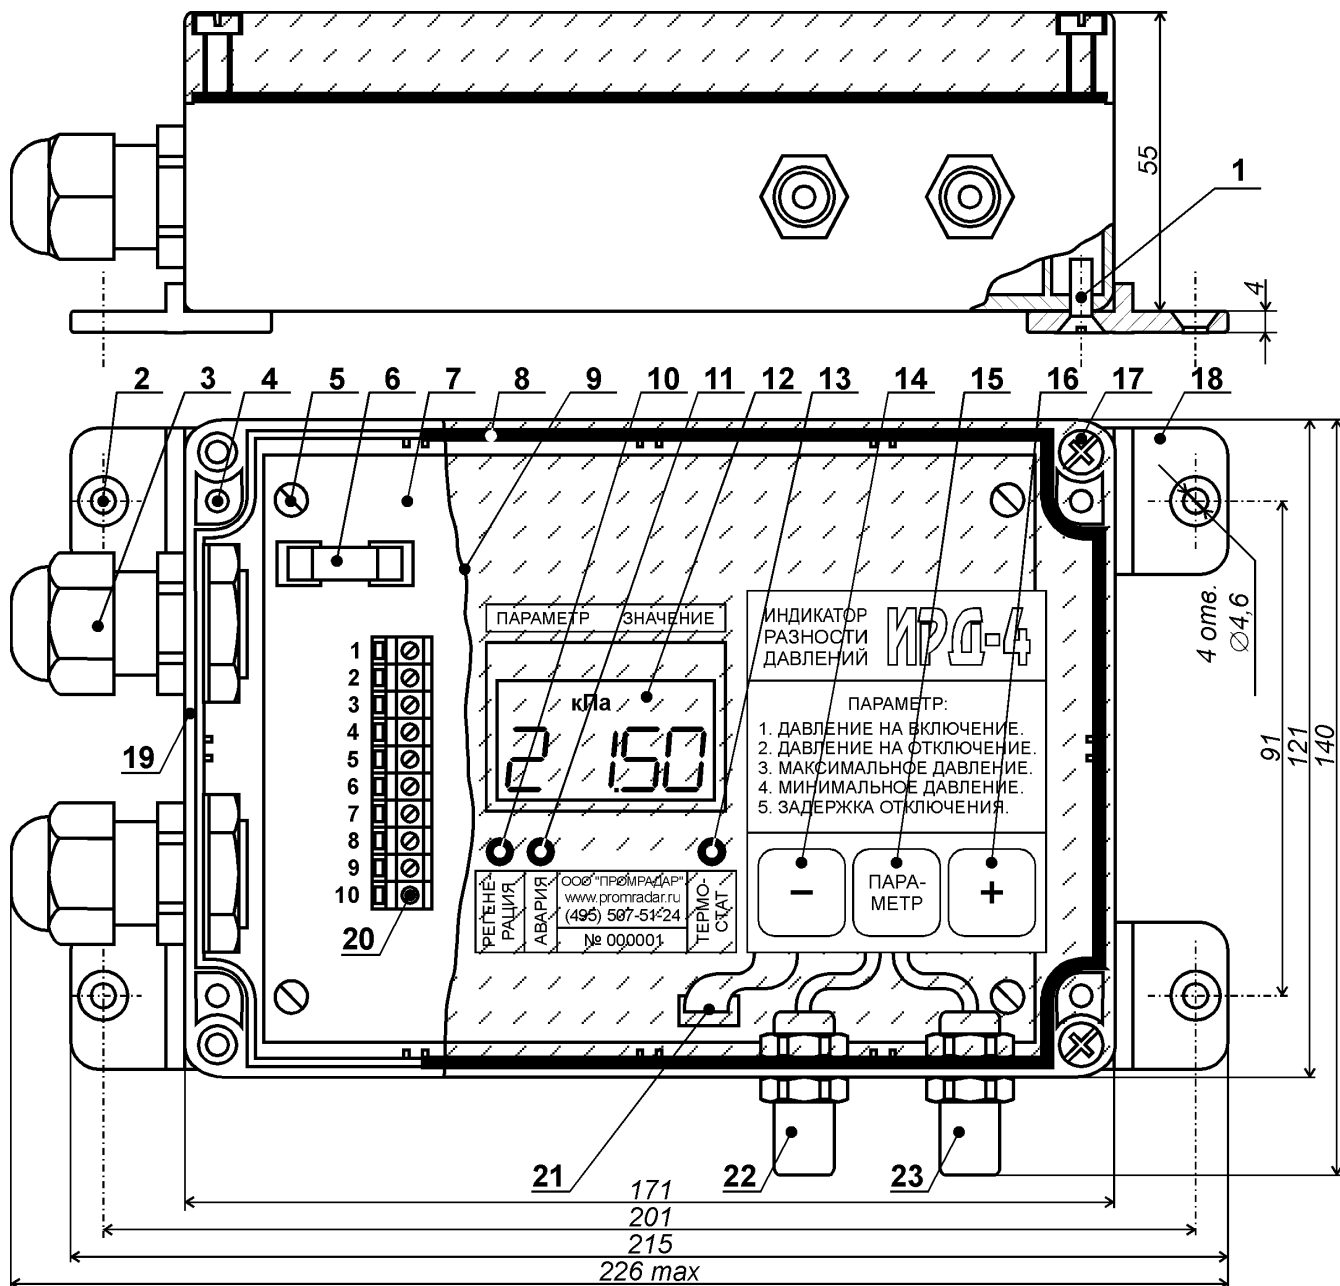
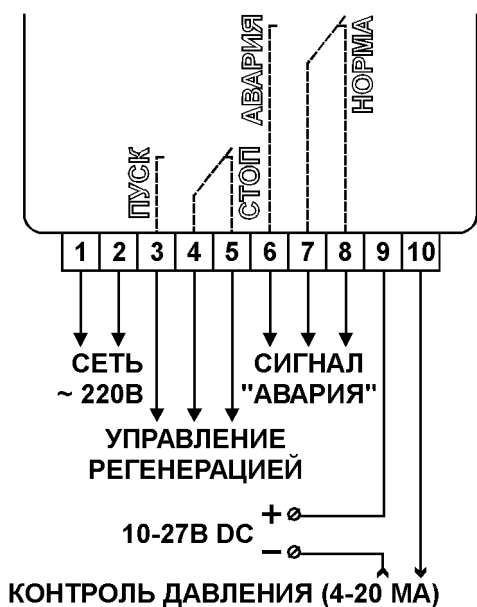

Рис. 1. Конструкция прибора ИРД-4.
Рис. 2. Схема электрического подключения прибора ИРД-4.
Конструкция прибора показана на рис. 1.
6.2. Прибор крепится четырьмя винтами с резьбой М4 или саморезами диаметром до 4,5 мм. Крепёжные винты (саморезы) вставляются в предназначенные для этого отверстия [рис. 1, поз. 2].
6.3. На входной и выходной воздуховоды фильтра устанавливаются присоединительные штуцера, которые отрезками пневмотрубки соединяются с соответствующими штуцерами «Воздух до фильтра» [рис. 1, поз. 22] и «Воздух после фильтра» [рис. 1, поз. 23]. Штуцера и пневмотрубки входят в комплект поставки прибора.
6.4. К внутренней стороне крышки прибора приклеены плоские сенсорные кнопки, которые соединяются с печатной платой шлейфом из гибких проводников. Поэтому перед снятием крышки необходимо, аккуратно подняв и удерживая её, осторожно потянуть за разъём [рис. 1, поз. 21] и отсоединить указанный шлейф от печатной платы.
6.6. Схема электрического подключения прибора приведена на рис. 2. Контакты выходных электромагнитных реле показаны в тех положениях, в которых они находятся при снятии с прибора напряжения питания.
6.10. Для удалённого контроля дифференциального давления между клеммами 9 и 10, согласно рис. 2, соблюдая полярность, последовательно подключаются источник постоянным напряжением от 10 до 27 В и миллиамперметр (либо вход контроллера, рассчитанный на приём токового сигнала диапазона 4 – 20 мА).
7.1. При подаче на прибор напряжения питания три правых разряда жидкокристаллического индикатора [рис. 1, поз. 12] (далее именуемого «ЖКИ») отображают перепад давлений воздуха на входе и выходе фильтра (от 0.00 до 4.00 кПа). При прогреве встроенного датчика дифференциального давления до рабочей температуры светодиод «Термостат» [рис. 1, поз. 13] горит красным цветом. Изменение цвета свечения с красного на зелёный означает, что погрешность индикации давления не превышает $\pm 1,5\%$.
7.2. Прикосновение к сенсорной кнопке «Параметр» [рис. 1, поз. 15] переводит прибор в режим ввода уставок. При этом левый разряд ЖКИ показывает номер регулируемого параметра, а три правых разряда – его значение. Значение параметра можно изменить кнопками «-» [рис. 1, поз. 14] и «+» [рис. 1, поз. 16], а переход к регулировке следующего параметра производится прикосновением к кнопке «Параметр». Список регулируемых параметров приведён в табл. 1.
7.4. Если дифференциальное давление меньше давления на включение, то прибор находится в режиме ожидания и светодиод «Регенерация» [рис. 1, поз. 10] не горит. В противном случае прибор включает указанный светодиод и переводит контакты реле управления регенерацией в положение «ПУСК» (рис. 2). Если порог на включение составляет 0,00 кПа, то контакты реле будут непрерывно находиться в этом положении.
7.6. Светодиод «Авария» загорается красным цветом, если дифференциальное давление вышло за пределы диапазона между заранее заданными аварийно-низким и аварийно-высоким значениями. Если воздухопроводы, подходящие к штуцерам прибора [рис. 1, поз. 22 и 23], надёжно зафиксированы, не забиты пылью и герметичны, то причинами аварии могут быть, например, разрушение одного или нескольких фильтровальных элементов, либо неэффективная работа системы регенерации, которую следует проверить и, при необходимости, настроить.
- аккуратно подняв крышку на высоту примерно 2 см над корпусом и удерживая её в этом положении, осторожно потянуть за разъём [рис. 1, поз. 21], отсоединив гибкий шлейф проводов от печатной платы прибора [рис. 1, поз. 7].
9.1. Свечение светодиода «Авария» [рис. 1, поз. 11] не является признаком неисправности прибора. Оно свидетельствует о возможной аварии фильтра или системы его очистки (см. п. 7.6.).
9.2. Если при подаче сетевого напряжения на прибор перегорает предохранитель [рис. 1, поз. 6], следует убедиться, что напряжение на клеммах 1 и 2 составляет от 187 до 242 В переменного тока частотой 49 – 51 Гц, а затем заменить предохранитель, предварительно отключив прибор от сети. При повторном перегорании предохранителя следует направить прибор предприятию-изготовителю для проведения ремонта.
9.3. Если прибор не реагирует на прикосновения к сенсорным кнопкам [рис. 1, поз. 14, 15 и 16], то следует провести его техническое обслуживание в соответствии с указаниями раздела 8 настоящего Руководства. Если после этого работоспособность прибора не восстановилась, необходимо направить прибор предприятию-изготовителю для проведения ремонта.